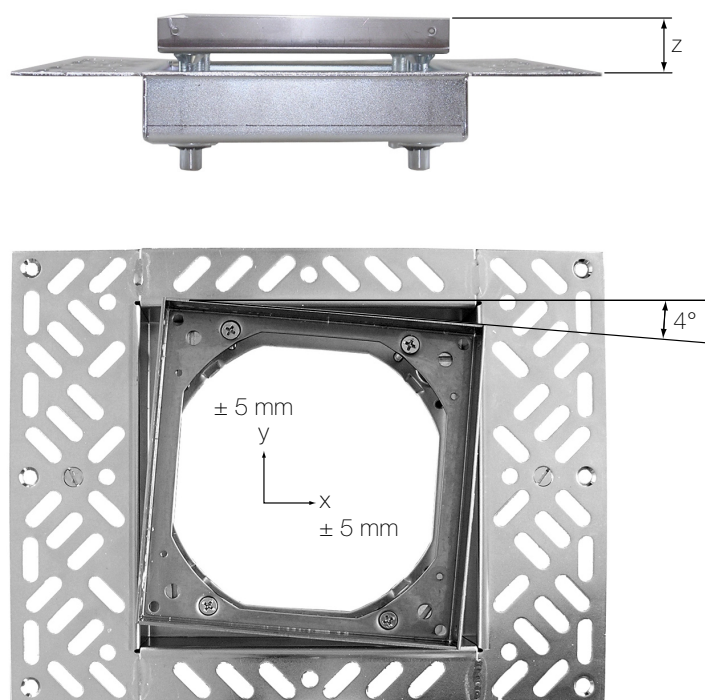

fig. 6 Positionnement du cadre
Le cadre porteur (1) est fixé sur la chape dans le cas de sols flottants, par le dessous sur la plaque de plancher dans le cas de faux planchers. 4 vis de mise de niveau (4) permettent de régler le cadre (2) en hauteur. La plaque mobile de mise de niveau (5) permet en outre un alignement exact dans le plan de $x/y \pm 5 \text{ mm}$ et une légère rotation α jusqu'à 4° (voir fig. 6).